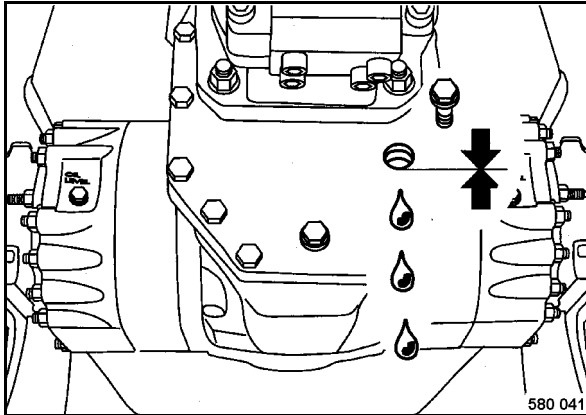

Fig. 117
- Desenroscar el tapón de llenado y control (Fig. 117) y comprobar el nivel de aceite.